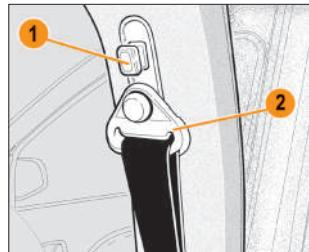

Рис. 2.5.3. Регулировка ремня безопасности передних сидений (в вариантом исполнении)
**В вариантом исполнении** чтобы отрегулировать положение верхней ветви ремня относительно шеи, нажмите на клавишу **1** (рис. 2.5.3) регулятора и установите направляющую **2** переднего ремня безопасности в одно из фиксированных положений так, чтобы лента ремня пересекала центральную часть плеча, но не касалась при этом шеи. Завершив регулировку ремня, убедитесь, что он надёжно зафиксирован.